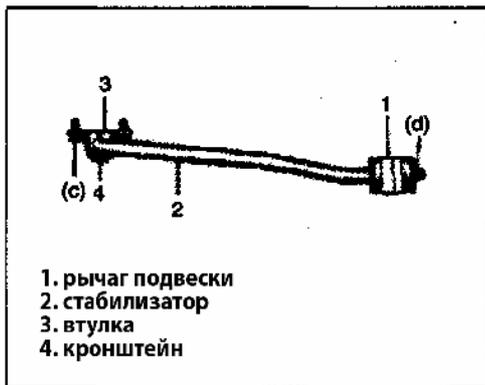

Рис. 533
5) Затяните болты кронштейна стабилизатора требуемым моментом (Рис. 533). Перед затяжкой болтов, убедитесь в том, что стабилизатор находится посередине.